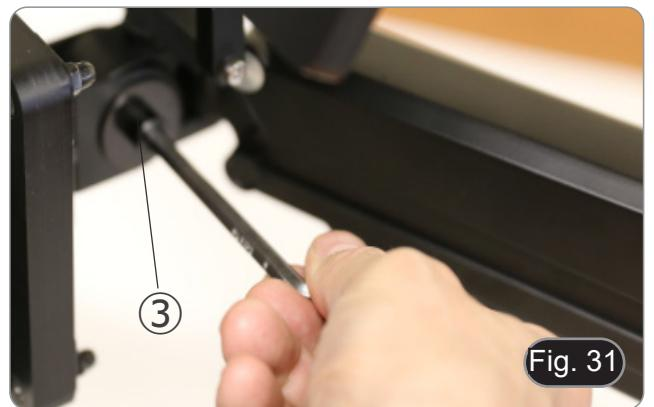

Fig. 31
1. Usando la chiave a brugola da 6mm (P) allentare la vite ③, inclinare la telecamera nella posizione desiderata quindi serrare la vite. (Fig. 31)